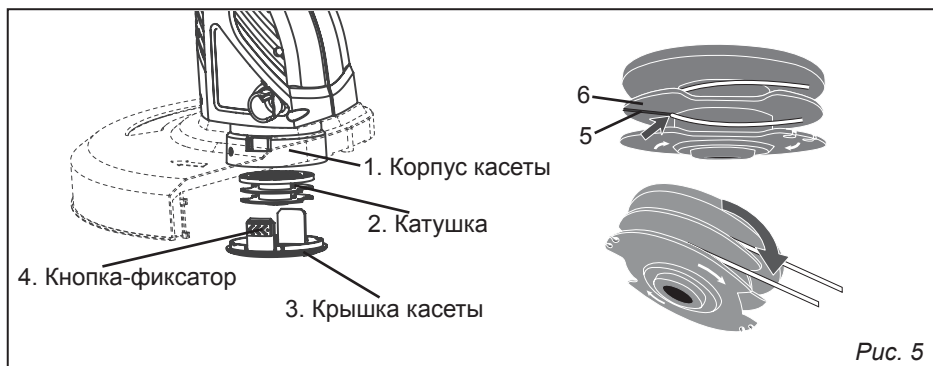

Рис. 5
5.1. Замена лески триммерной (рис. 5)